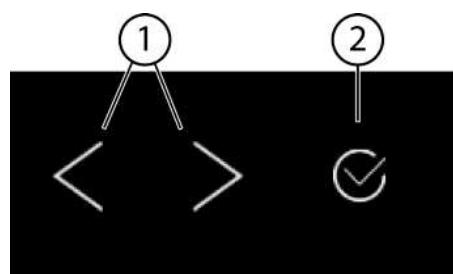

Fig. 5
(1) Навигационная стрелка влево / вправо
(2) Подтвердить
**Навигационная стрелка влево / вправо Fig. 5 (1):**
**Подтвердить Fig. 5 (2):**
- Навигация при помощи навигационной стрелки влево / вправо Fig. 5 (1).
- С помощью Подтвердить Fig. 5 (2) активировать Fig. 6 (1) / деактивировать Fig. 6 (1) функцию / настройку.
- С помощью Подтвердить Fig. 5 (2) вызвать Подменю Fig. 7 (4).
- Установка нового значения: С помощью Подтвердить Fig. 5 (2) выбрать деактивированное значение Fig. 6 (1).
- Назад в меню: С помощью Подтвердить Fig. 5 (2) выбрать уже активированное значение Fig. 6 (2).
- Навигационные стрелки Fig. 5 (1) нажмите до тех пор, пока не появится индикация функции .
- Нажмите на Подтвердить Fig. 5 (2).
- С помощью навигационных стрелок *Fig. 5 (1)* выберите значение настройки.
- Нажмите на Подтвердить *Fig. 5 (2)*.
- Нажмайте навигационные стрелки *Fig. 5 (1)* до тех пор, пока не появится индикация настроек .
- Нажмайте навигационные стрелки *Fig. 5 (1)* до тех пор, пока не появится индикация требуемой настройки.
- Нажмите и удерживайте в течение 3 секунд Подтвердить *Fig. 5 (2)*.